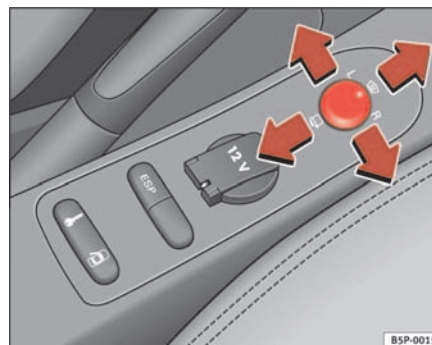

Abb. 90 Drehknopf für Außenspiegeleinstellung
1. Drehen Sie den Drehknopf ⇒ Abb. 90 in Stellung **L** (**linker Außenspiegel**).
- Drehen Sie den Drehknopf nach vorne auf die mittlere Stellung ⇒ Seite 128, Abb. 90 , damit die Heizung der Außenspiegel und die Funktion der beheizbaren Windschutzscheibe* im Bereich der Ruhestellung der Wischerblätter einschaltet wird ⇒ Seite 124.
- Drehen Sie den Drehknopf ⇒ Seite 128, Abb. 90 in Stellung , um die Außenspiegel anzuklappen. Sie sollten die Außenspiegel immer anklappen, wenn Sie eine automatische Waschanlage durchfahren, um Beschädigungen zu vermeiden.